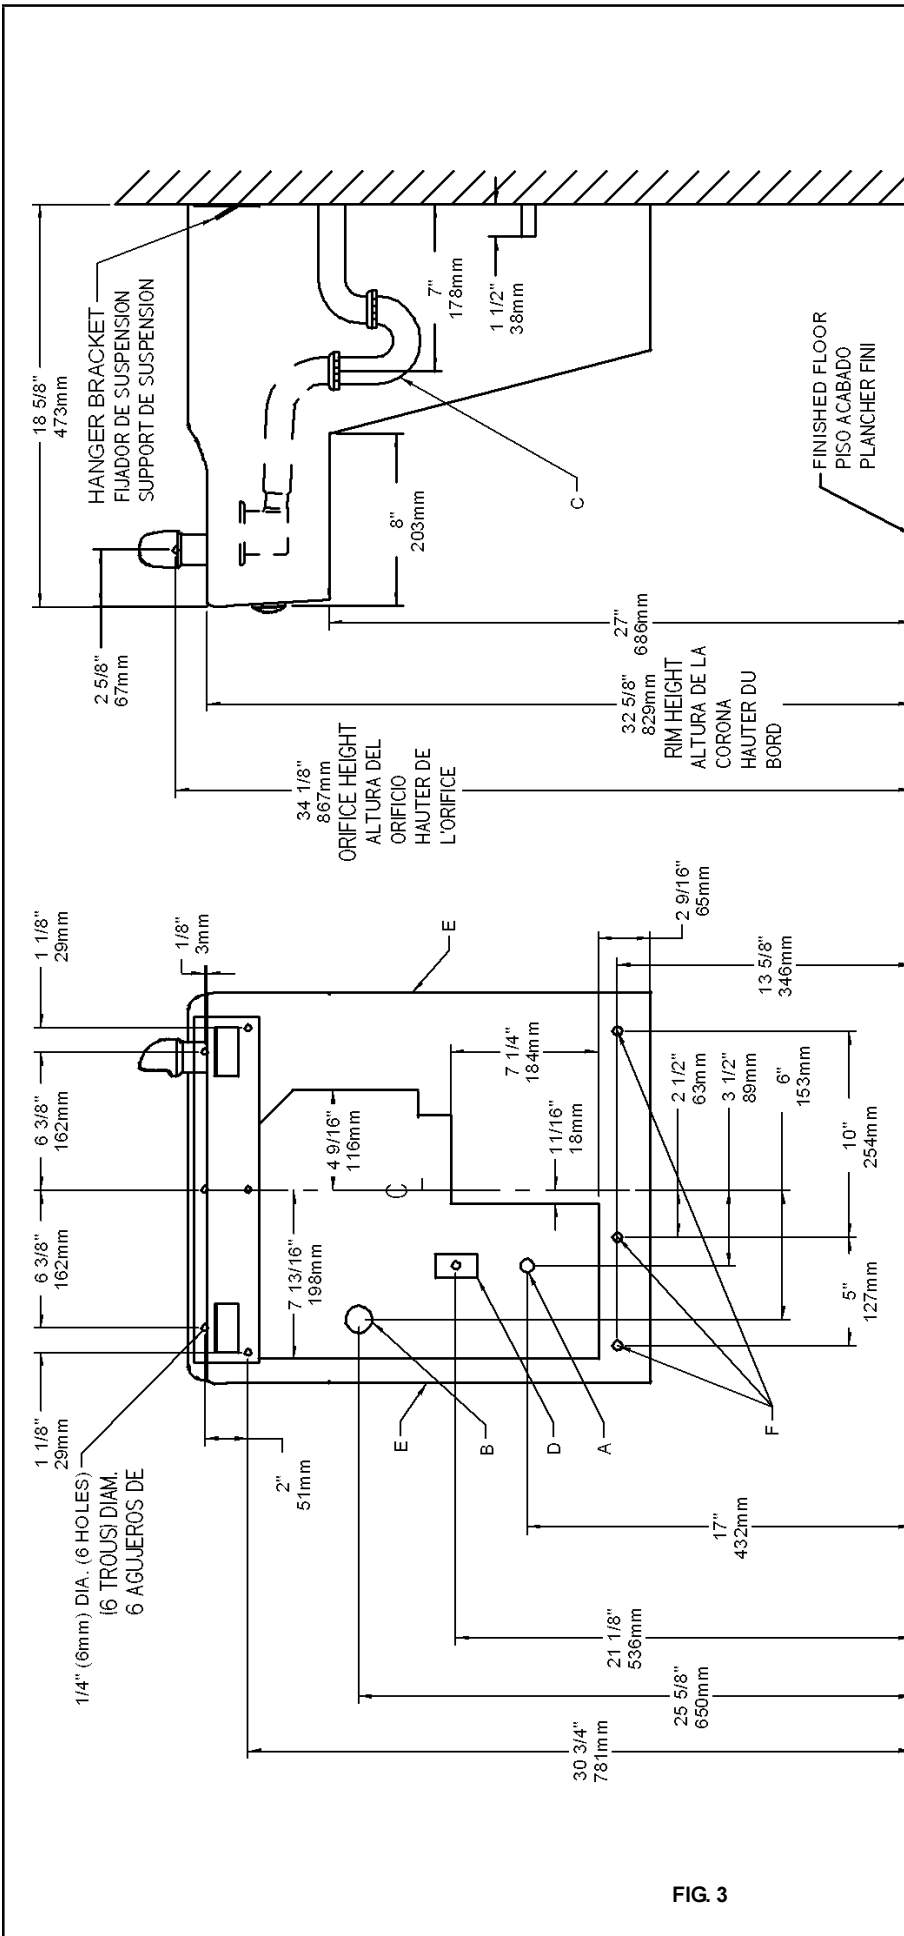

FIG 3
- 1) Remove hanger bracket fastened to back of cooler by removing one (1) screw.
- 2) Mount the hanger bracket and trap as shown in Figure 3.
- Anchor hanger securely to wall using all six (6) 1/4 in. dia. mounting holes.
- 4) Hang the cooler on the hanger bracket. Be certain the hanger bracket is engaged properly in the slots on the cooler back as shown in Figure 3.
- 5) Loosen the two (2) screws holding the lower front panel at the bottom of cooler base and two (2) screws at the top. Remove the front panel and set aside.
- 7) Remove the slip nut and gasket from the trap and install them on the cooler waste line making sure that the end of the waste line fits into the trap. Assemble the slip nut and gasket to the trap and tighten securely. Recommend fastening cooler to wall using 7/16 bolt holes. (see fig.3, "F")
- 1) Quite el fijador de suspensión sujetados a la parte posterior del enfriador quitando un (1) tornillo.
- 2) Monte el fijador de suspensión y quite el purgador como se muestra en la Fig.3.
- Ancle el suspensor de forma segura a la pared usando todos los seis (6) agujeros de montaje de 1/4" de diámetro.
- 1) Retirez le support de suspension à l'arrière du refroidisseur en enlevant une (1) vis.
- 2) Installez le support et le siphon tel qu'indiqué à la fig. 3.
- Ancrez solidement le support au mur à l'aide des six (6) trous de fixation d'un diam. 1/4 po.
- 4) Installez le refroidisseur sur le support en vous assurant que ceux-ci sont bien installés dans les fentes à l'arrière du refroidisseur tel qu'indiqué à la figure 3.
- 5) Dégagez les deux (2) vis retenant le panneau inférieur avant au bas de la base du refroidisseur ainsi que deux (2) vis sur le dessus. Retirez le panneau avant et mettez-le de côté.